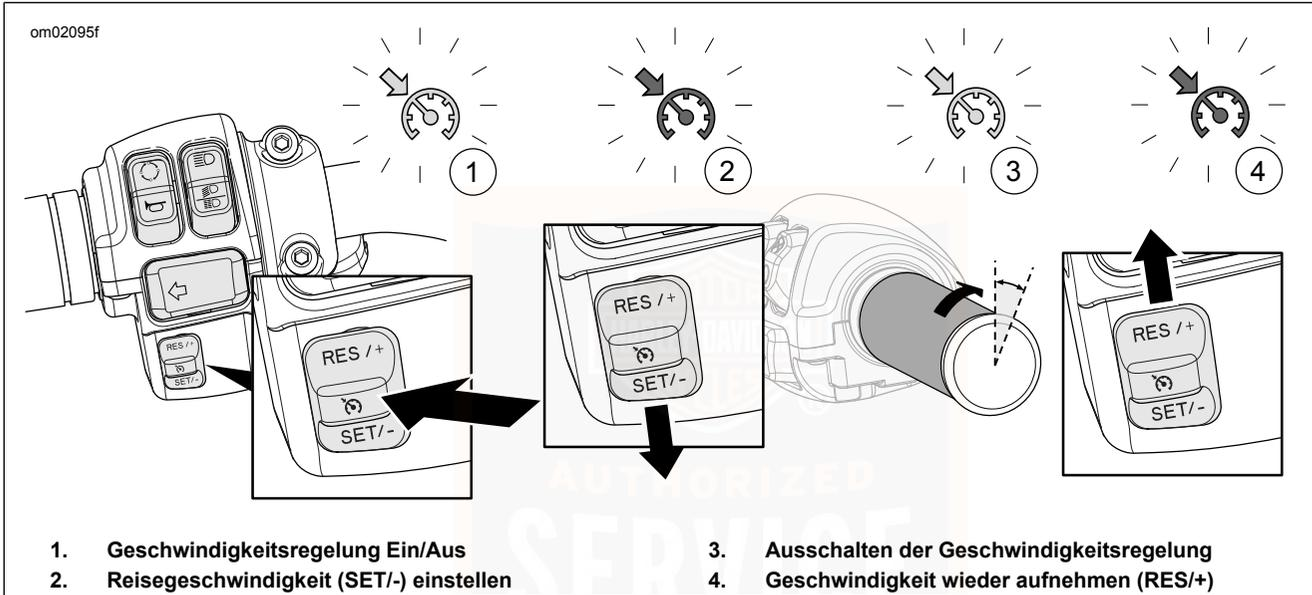

Abbildung 7. Geschwindigkeitsregelung: FXDLS
Siehe Abbildung 7. Den Geschwindigkeitsregelungsschalter drücken, um die Geschwindigkeitsregelung (1) einzuschalten. Im eingeschalteten Zustand leuchtet das Symbol für die Geschwindigkeitsregelung in der Tachometer-Oberfläche gelb.
Siehe Abbildung 7. Wenn das Motorrad die gewünschte Geschwindigkeit erreicht hat, den Schalter SET/ herunterdrücken, um die Reisegeschwindigkeit einzustellen (2). Die Farbe des Geschwindigkeitsregelungssymbols wechselt von Gelb auf Grün.
Siehe Abbildung 7. Um die Reisegeschwindigkeit zu verlassen, den Gasgriff über den Abrollschalter (3) in die geschlossene Stellung drehen.
Siehe Abbildung 7. Wenn die Geschwindigkeitsregelung deaktiviert wurde, die Geschwindigkeitsregelungs-Kontrollleuchte aber trotzdem gelb leuchtet, wird durch Drücken des Schalters RES/+ die Geschwindigkeitsregelung wiederaufgenommen (4). Das Symbol leuchtet grün. Das Motorrad nimmt automatisch die zuvor eingestellte Reisegeschwindigkeit wieder auf.